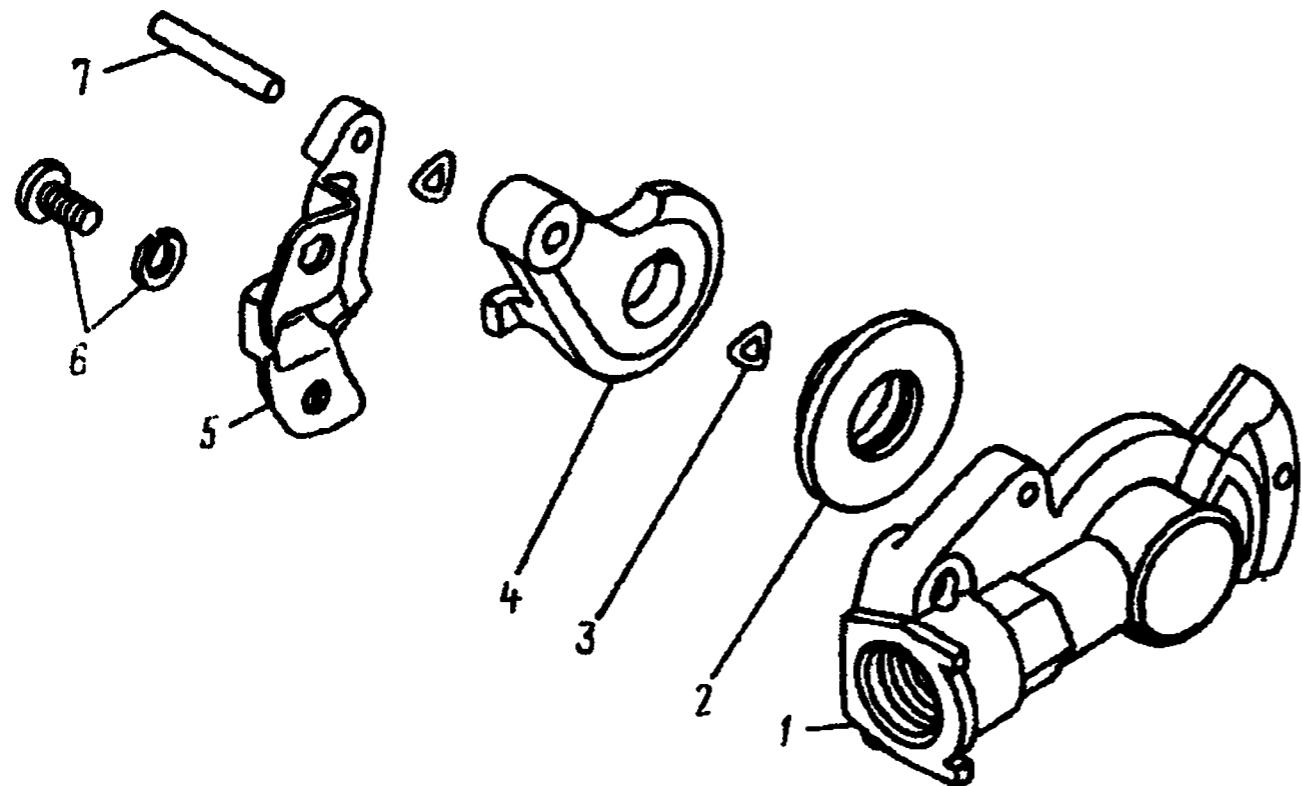

Рис. 327. Головка соединительная типа «Палим»:
2. Вывернув винты 6 (рис. 327), снимите направляющую 5, шайбу 3	Отвертка